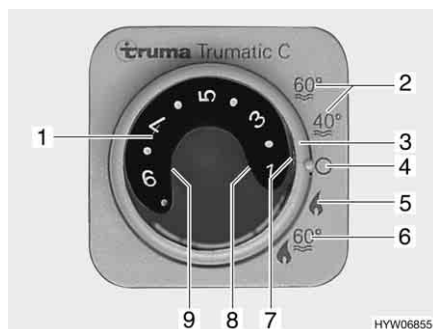

Fig. 91 Centralina di controllo per riscaldamento/boiler
- Impostare la modalità di funzionamento tramite l'interruttore girevole (Fig. 91,3).
A seconda della temperatura ambiente desiderata, il riscaldamento seleziona automaticamente il livello del bruciatore necessario. Al raggiungimento della temperatura ambiente desiderata, il bruciatore si spegne. Durante la modalità di funzionamento "Riscaldamento e boiler" (Fig. 91,6) è riscaldata anche l'acqua nel boiler. Nella modalità di funzionamento "Riscaldamento senza boiler" (Fig. 91,5) è possibile far funzionare il riscaldamento con il boiler vuoto.
- Impostare la manopola della temperatura (Fig. 91,1) sulla centralina di controllo scegliendo la potenza desiderata.
- Posizionare l'interruttore girevole (Fig. 91,3) su funzionamento invernale "Riscaldamento senza boiler" (Fig. 91,5) o "Riscaldamento e boiler" (Fig. 91,6).
Si accende la spia verde di controllo (Fig. 91,7).
- Posizionare l'interruttore girevole (Fig. 91,3) su "O" (Fig. 91,4).
La combinazione funzionamento a gas e funzionamento elettrico a 230 V diminuisce il tempo di riscaldamento (è possibile solo se il riscaldamento viene impostato sulla centralina di controllo (Fig. 91) su funzionamento invernale).